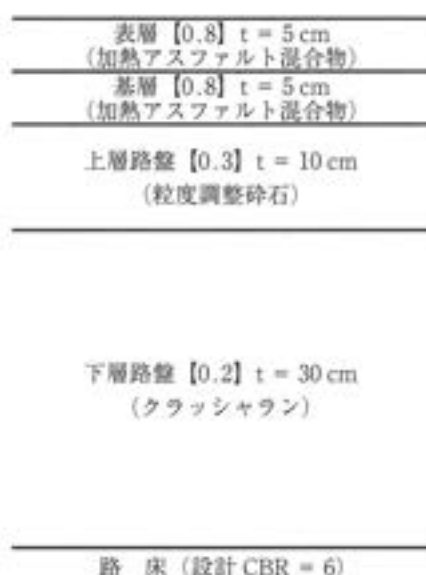

図 2 - 2 調査したアスファルト舗装断面構成
- 図 2 - 2 の舗装構成を持つ路線において、供用 10 年後に詳細調査を行った。この結果から【 】に示す残存等値換算係数を設定した。この舗装断面の残存等値換算厚 (T_{90}) は cm である。